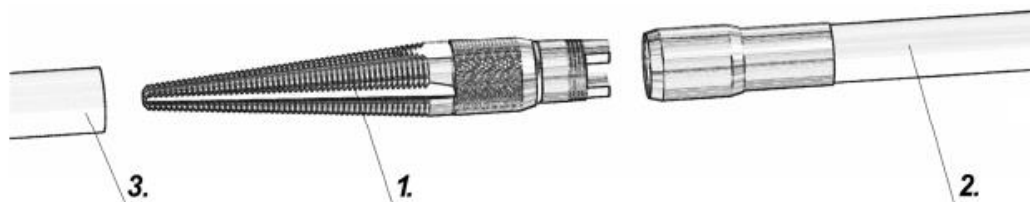

Figura 9.8.1
Pentru instalarea tevilor din PE, PVC (manual), trebuie sa utilizati niplul de insertie (1) (Figura 9.8.1.). Aceasta metoda poate fi utilizata pentru tevilor cu diametrul Ø25÷Ø55 mm.